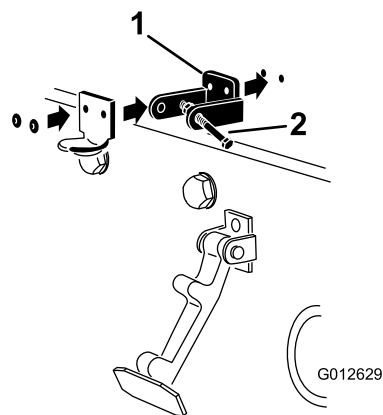

图4
3. 对准安装孔的同时将 CE 锁定支架和机罩门锁支架放到机罩上 图4。
5. 用铆钉将支架和垫圈铆定到机罩 (图4)。